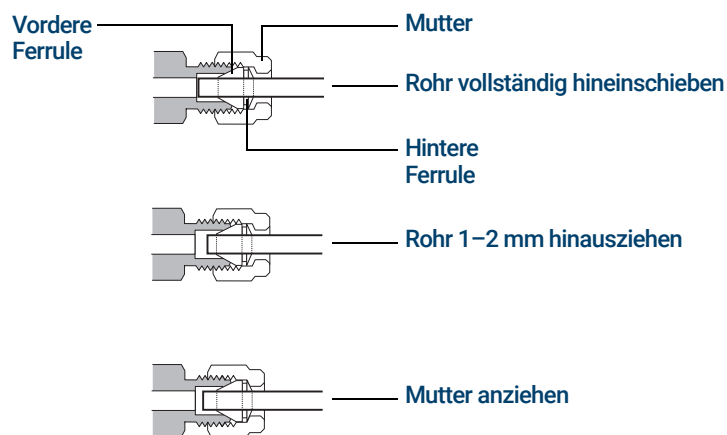

Abbildung 54. Einfügen der Leitung
- 5 Schieben Sie das Rohr vollständig in den Stecker und ziehen Sie es ungefähr 1 bis 2 mm heraus (siehe **Abbildung 54**).